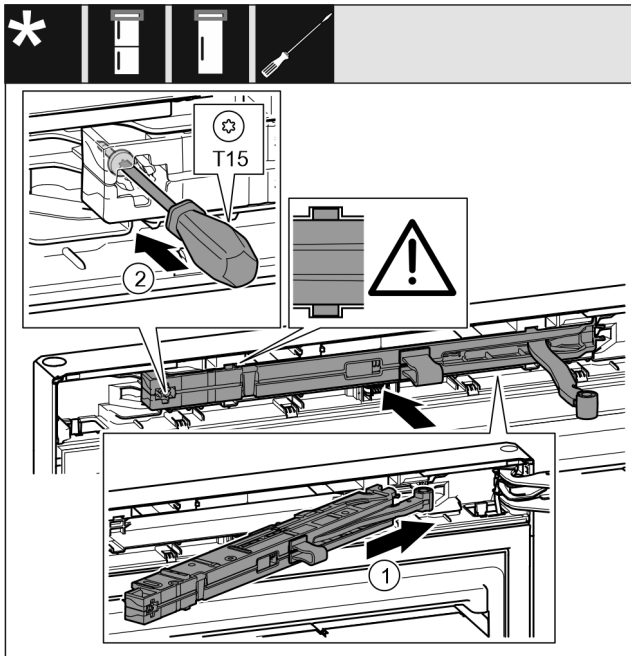

Fig. 47
- Introduire à fond l'amortisseur de fermeture du côté du support de palier dans la rainure en l'inclinant. Fig. 47 (1)
- Serrer la vis avec un tournevis T15. Fig. 47 (2)